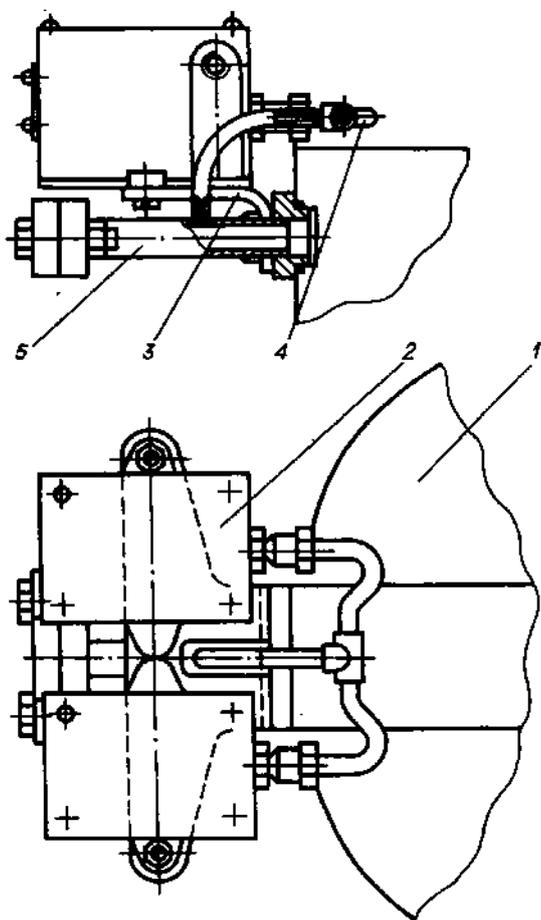

Рис. 48. Установка реле давления:
**Установка реле давления /рис. 48/** состоит из двух реле давления 2, установленных на пусковом баллоне 1 на кронштейне 3, трубопровода 4, соединяющего реле давления с расходной трубой 5, и деталей крепления.